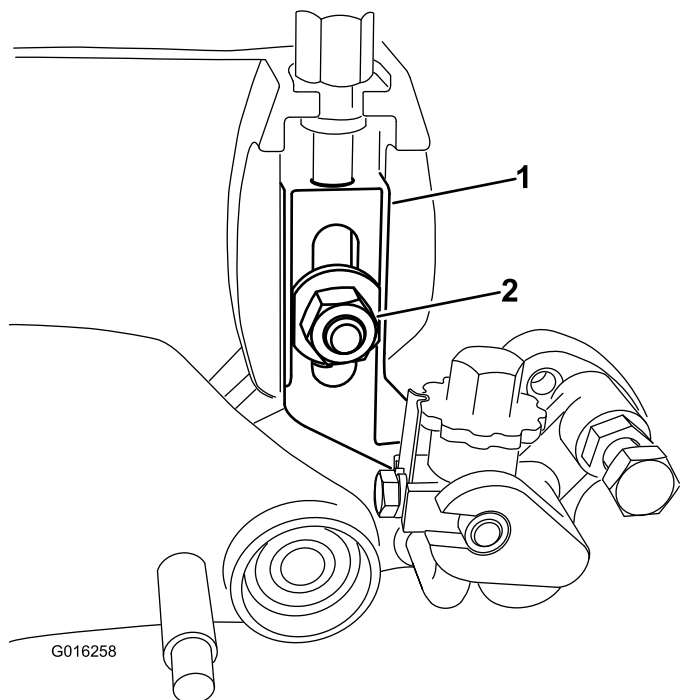

图33
5. 卸下将剪草高度臂组件固定至侧板上的防松螺栓、螺母和垫圈图33。